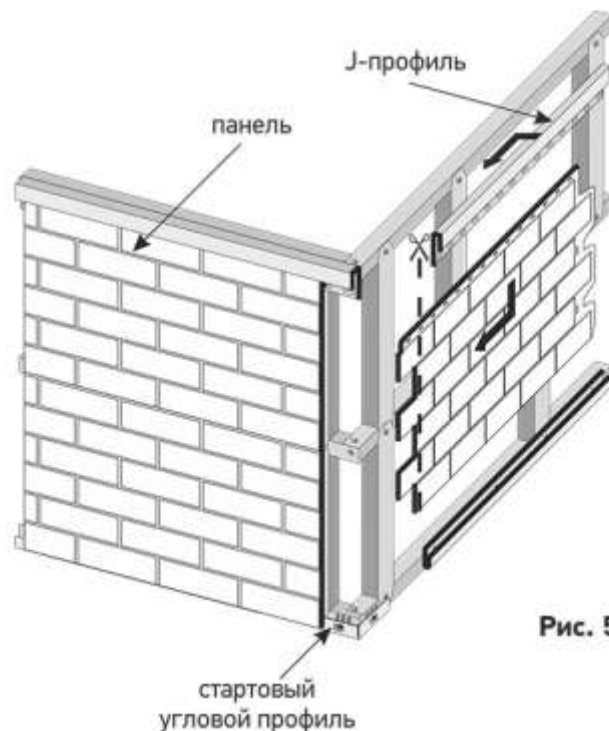

Рис. 5
- Монтаж фасадных панелей производится строго слева направо и снизу вверх (Рис. 5).
Установите углы на стартовые угловые профили (Рис. 5) и зафиксируйте их в верхней части двумя саморезами, длиной не менее 50 мм. Следите, чтобы угол закрывал не менее 15 мм фасадной панели и до внутреннего «ребра» угла оставалось не менее 12 мм.